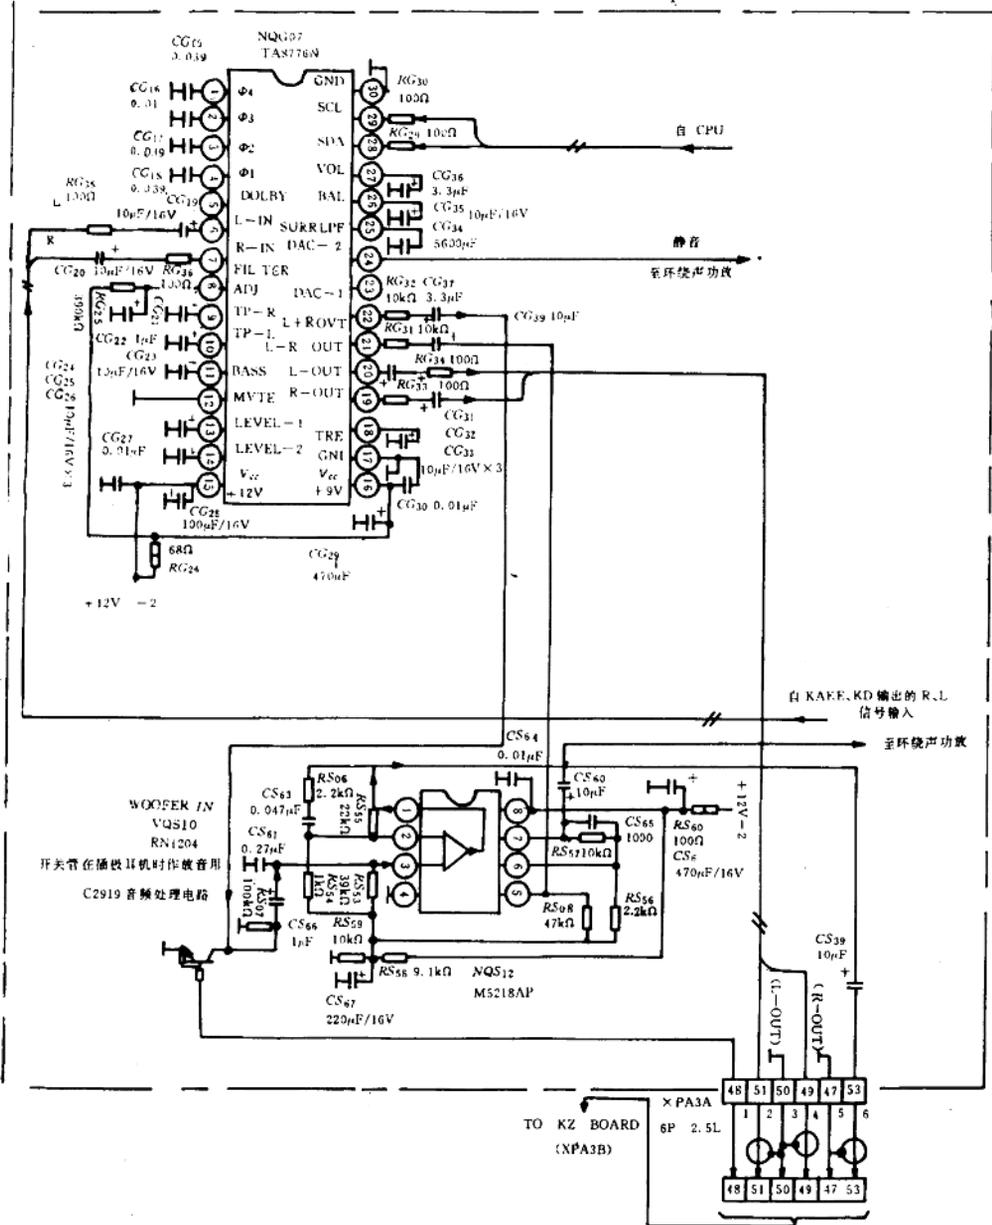

图 12 C2919 音频处理电路
如图12,KA板输出的R信号加到NQG07⑦脚,L信号加到⑥脚,经内部加法电路得到L+R信号,经音量控制后作为重低音信号从②脚输出,进入有源滤波器NQS12的③脚,取出200Hz以下的重低音从①脚输出并经插件加到三路功放NQ60的重低音功放输入端⑤脚,放大后从④脚输出,并经插件进入BT板XPA4A④、⑤脚至XP665①、③脚至“火箭炮”扬声器系统W665发出重低音。同时KA板输出的R、L信号,在NQG07内相减,得到环绕声信号从⑳脚输出,加到NQS12的⑤脚,放大后从⑦脚输出,再经RS03分为两路加到环绕声功放NQS1的②脚,另一路加到NQS1的④脚从②脚输入的信号作为R路信号从④脚输入的则作L路信号,分别经CS07、CS09加到插件XP624③、②脚至BT板,XP62B③、②脚至外接环绕声扬声器接线端XPH03,激励环绕声扬声器发音。NQS01信号输入电路中并接的开关管在插拔耳机或AV/TV转换时作静音使用。在NQG07内,R、L信号经高低音控制、音量控制和平衡控制后,R信号从⑱脚输出,L信号从⑳脚输出,R信号经RG33、CG32,L信号经RG34、CG33,分别加到插件XPA3A④脚和②脚至KZ板XPA3B④脚和②脚至XPA6B⑤脚和①脚至DY板XPA6A⑤脚和①脚,XPA6A⑤脚输入的R信号经R670、C673加到NQ601(TA8218AH)输出端②脚,XPA6A①脚输入的L信号经R685、C681加到NQ60功放决的⑥脚,经功放后,R信号从⑦脚输出,L信号从⑩脚输出,R信号经C687、L信号经C683分别加到XPA5A③脚和①脚,至KX板XPA5B③脚和①脚,至立体声耳机插口XP661,至XPA4B③脚和①脚,至BT